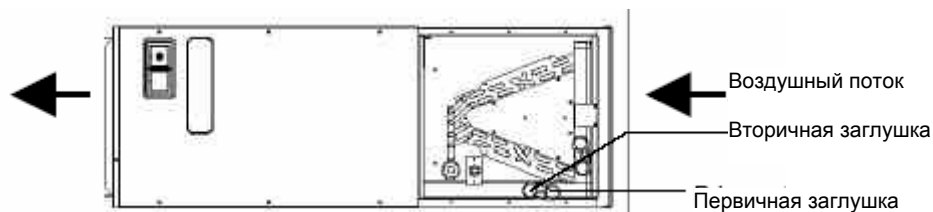

Рис.2
- 7) После этого кондиционер можно установить в положение для левого горизонтального потока, как показано на рис. 2. Выровнять кондиционер, затем наклонить относительно поперечной оси на $\frac{1}{4}$ в сторону слива. **Важно:** проверить "работу" сливного поддона, налив в него воду. Ловушки, если таковые используются, должны быть установлены на первичном и вторичном сливе.